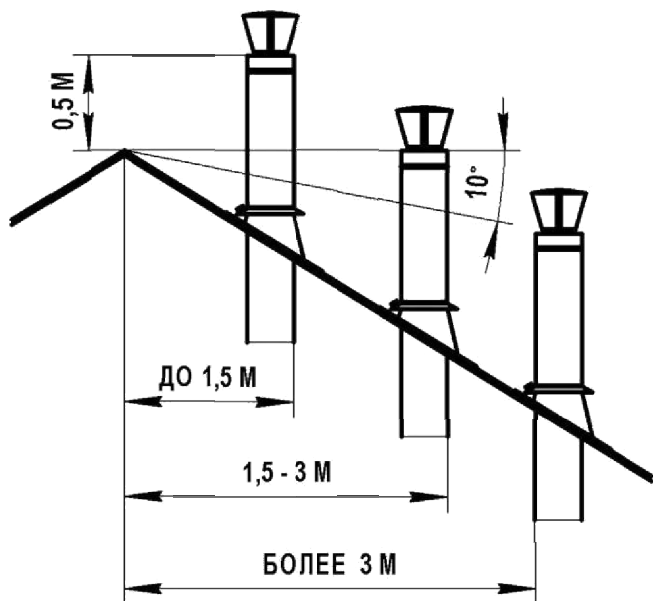

Рисунок 8. Расположение дымохода над крышей
- не ниже линии, проведенной от конька вниз под углом 10° к горизонту при расположении дымовой трубы от конька на расстоянии более 3,0 м (Рис. 8). Дымовые трубы следует выводить выше кровли более высоких зданий, пристроенных к зданию с печным отоплением.